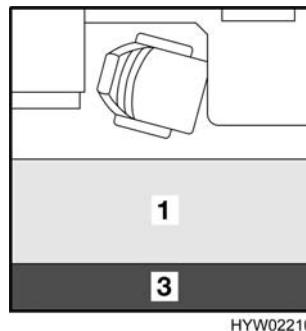

Fig. 108 Dopo la trasformazione
- Piazzare il cuscino dello schienale (Fig. 108,3) tra il cuscino del divano e la parete esterna.